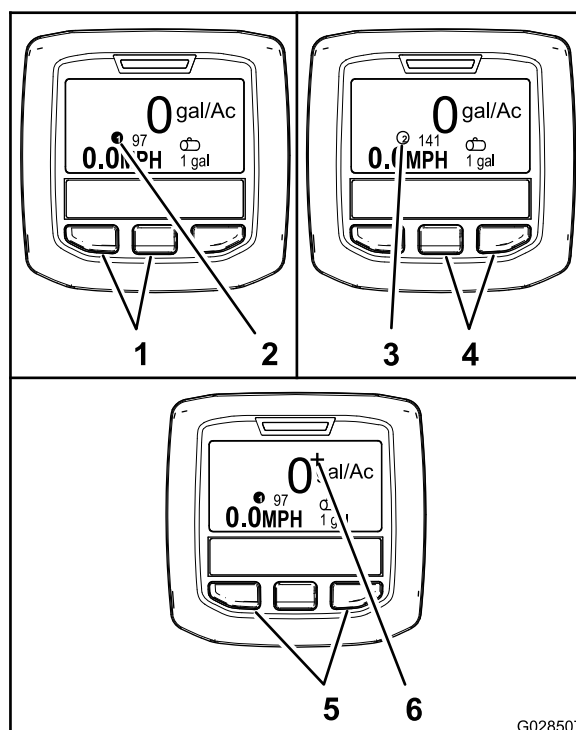

Рисунок 65
- Чтобы выбрать норму внесения 1, нажмите две кнопки слева на дисплее инфо-центра (Рисунок 65).
**Примечание:** Появится значок ①.
- Чтобы выбрать норму внесения 2 (норма внесения), нажмите две кнопки справа (Рисунок 65).
**Примечание:** Появится значок ②.
- Для кратковременного увеличения нормы внесения нажмите и удерживайте нажатыми 2 крайние кнопки (Рисунок 65).